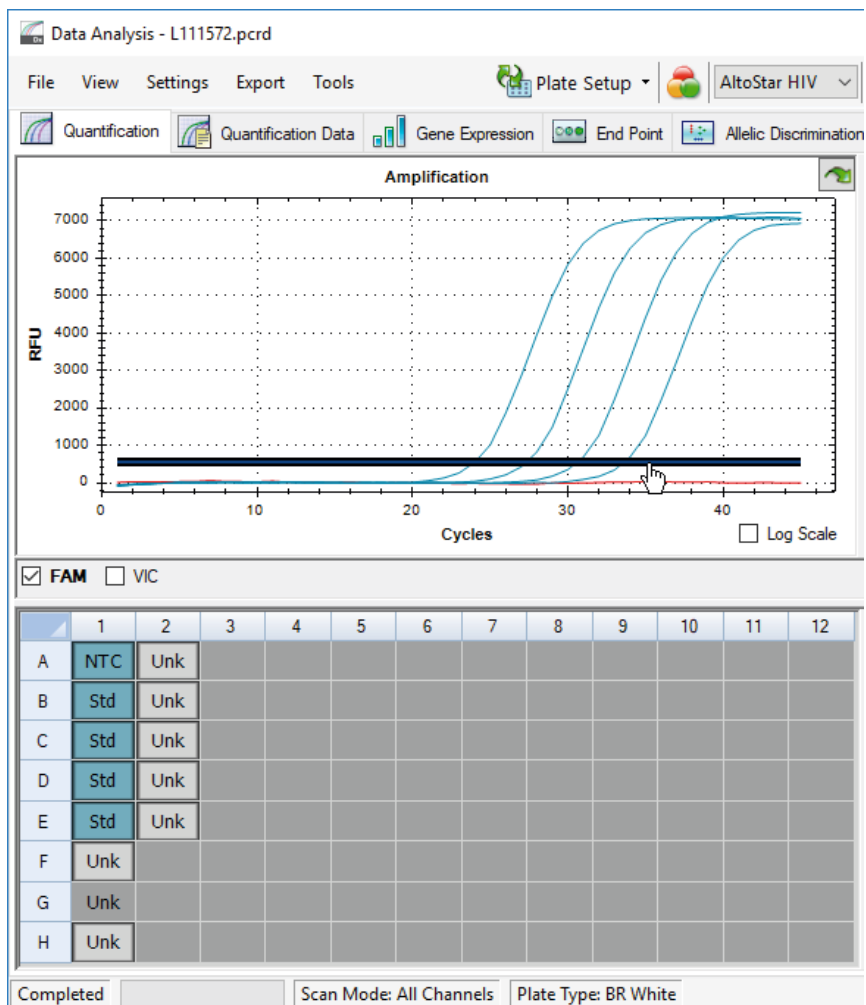

Figura 10: Janela Data Analysis (Análise de Dados): definição do limiar FAM™
5. Do lado esquerdo da janela Data Analysis (Análise de Dados), anule a seleção da caixa de verificação **VIC** e assinale a caixa de verificação **FAM** para o canal de deteção do alvo de HIV (consulte a figura 10).
6. Selecione apenas os poços que contêm NTC e os QS na vista da placa da janela Data Analysis (Análise de Dados) (consulte a figura 10).
7. Arraste o limiar bem acima do sinal de NTC para a área exponencial dos sinais QS (consulte a figura 10).